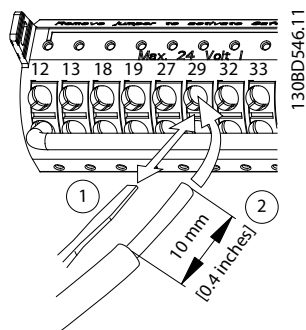

图 5.21 连接软质控制线缆
- 对于软质线缆，将一把小螺丝刀插入端子孔之间的插槽中，向上轻推螺丝刀以打开触点。请参阅图 5.21。然后，将